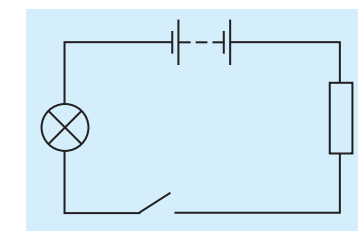

Fig. 1
1. În fig. 1 este reprezentată schema circuitului electric. Desenați schema în caiet, cu semnele «+» și «-» notați poli sursii de curent, prin săgeți indicați direcția curentului electric. Notați denumirea fiecărui element al circuitului.